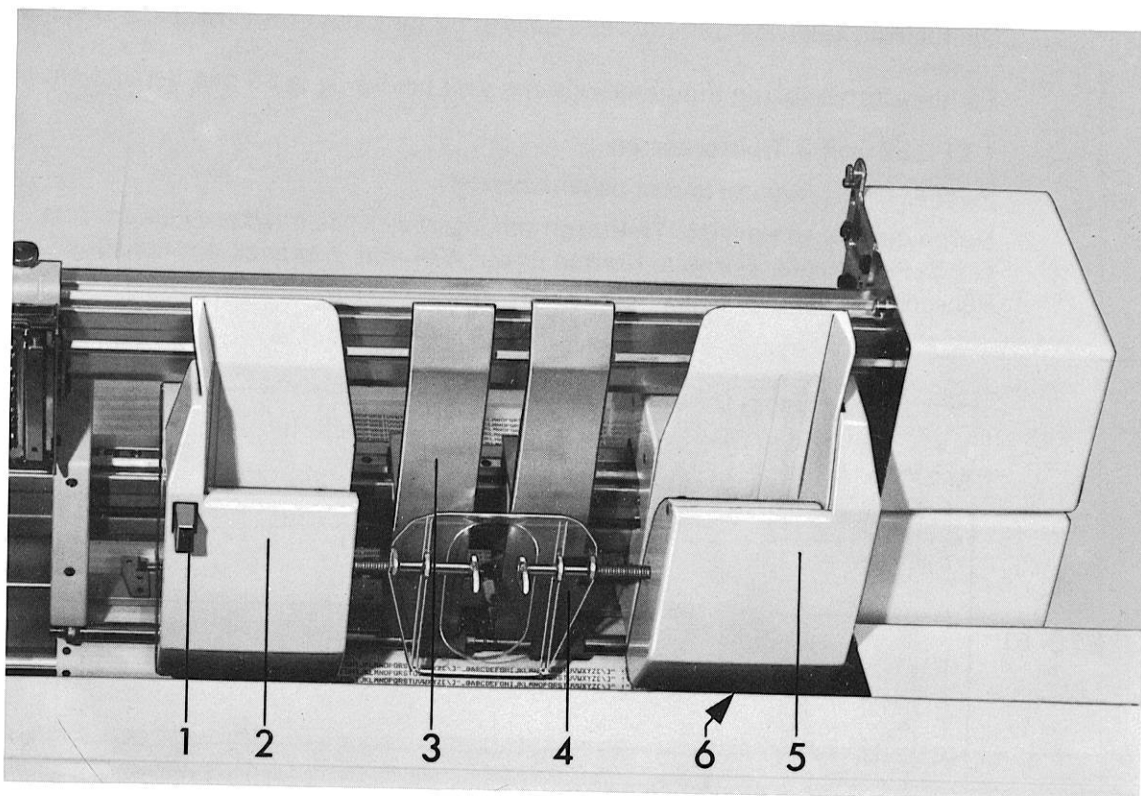

Abb. 6 Endlosformularführung
- Führungsklappen (Abb. 6) an den Traktoren aufklappen
- und zu den Traktoren Abb. 6 führen
- Drehknopf Abb. 6 axial bis zum Anschlag hineindrücken.
- Rändelknöpfe Abb. 6 lösen und die Traktoren seitlich soweit verschieben, bis die Transportlöcher auf den Transportstacheln aufliegen.
- Papierendeitblech Abb. 6 in die Mitte zu beiden Traktoren einstellen